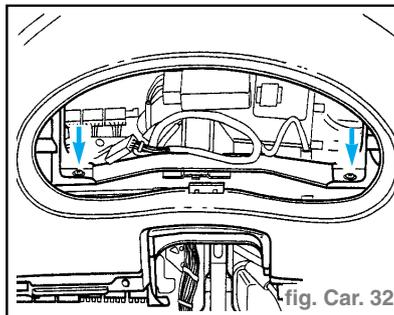

fig. Car. 32
- Dévisser les vis à empreinte cruciforme -flèches-. (fig. Car. 32)